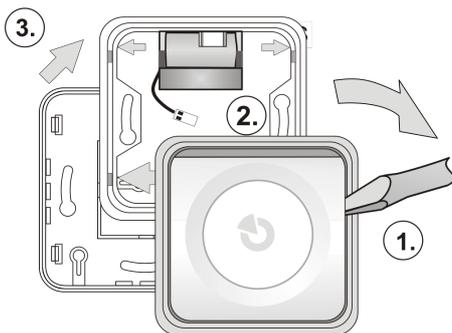

Abbildung 1: Zerlegen der Sirene vor der Installation
1. Entfernen Sie das Gehäuse (Knöpfe) der Sirene vom Kunststoffrahmen, indem Sie auf eine Seite des Gehäuses (1.) mit einem Schraubenzieher drücken, wie in Abbildung 1 gezeigt.
4. Befestigen Sie die Kunststoffbasis mit Schrauben an der ausgewählten Stelle. Legen Sie die Batterie BAT-3V2-CR2 wie in Abbildung 1 gezeigt unter die Oberseite der Kunststoffbasis.
Eine Batterie ist im Lieferumfang enthalten, sie ist jedoch nicht werkseitig in der Sirene eingebaut und muss in die Komponente eingesetzt werden. Die Batterie wird standardmäßig aufgeladen (siehe technische Parameter). Wenn ein Batteriewechsel erforderlich ist, können Sie die Ersatzbatterie BAT-3V2-CR2 bestellen. Verbinden Sie sie mit dem Anschluss (siehe Abbildung 1, Punkt 2). Die Sirene erkennt automatisch, ob die Batterie angeschlossen ist und führt eine Diagnose durch. Die Messwerte werden dann in F-Link angezeigt. Die Sirene überwacht ihren eigenen Batteriestatus und informiert den Benutzer (alternativ den Servicetechniker), wenn die Batterie fast leer ist. Die Komponente funktioniert weiter, es wird jedoch empfohlen, die Batterie innerhalb von 2 Wochen auszutauschen. Verwenden Sie stets den Typ BAT-3V2-CR2.